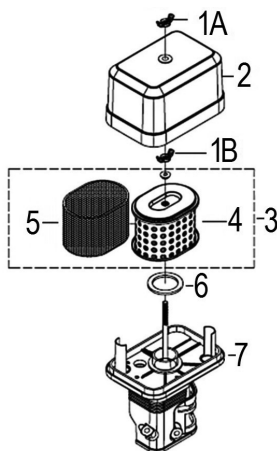

Рис. 17. Обслуживание воздушного фильтра
(Рис. 17).
- Открутите барашковую гайку 1В и извлеките из корпуса воздушный фильтр 3 в сборе (Рис. 17).
- Проверьте целостность и чистоту фильтрующих элементов. Поролоновый (предварительный) фильтрующий элемент 5 установлен на корпусе бумажного фильтрующего элемента 4 (Рис. 17).
- При незначительном загрязнении промойте поролоновый фильтрующий элемент 5 (Рис. 17) теплым мыльным раствором и просушите. При сильном загрязнении замените фильтрующий элемент в сборе.